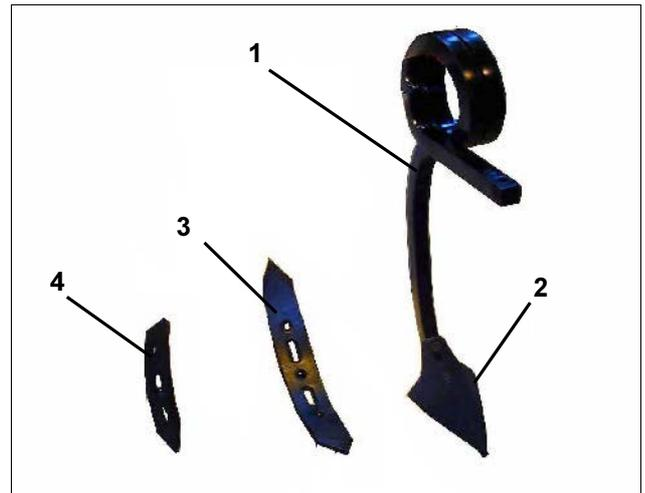

Fig. 7
Les dents élastiques (Fig. 7/1) du Centaur peuvent être équipées de 3 socs différents:
- Soc déchaumeur (170mm) (Fig. 7/2): utilisation pour le déchaumage superficiel et l'incorporation des céréales tombées et de la paille.
- Soc hélicoïdal (75mm) (Fig. 7/3): utilisation pour une profondeur moyenne ; bonne incorporation de la masse organique.
- Soc étroit (50mm) (Fig. 7/4): utilisation pour une préparation de base en profondeur. Lors du travail en profondeur, les mottes restent dans la zone inférieure.